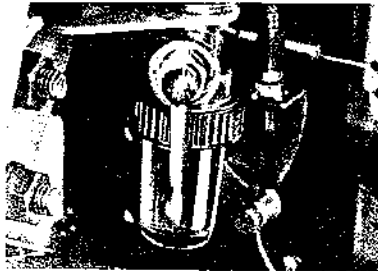

Fig. 23
4. Nettoyer le réservoir et le filtre d'essence. (Fig. 23)